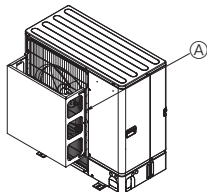

Fig. 2-4
- ② Ha olyan helyre szereli az egységet, ahol tájfun vagy egyéb ok miatt erős szél fújhatna be a levegőkiáramló nyílásba, szereljen fel külön kapható légtérrelőt. (Fig. 2-4)